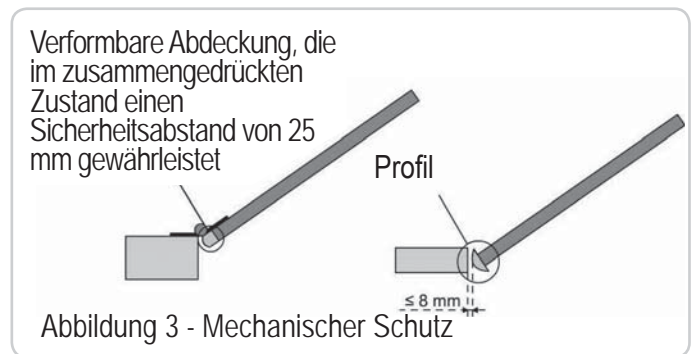
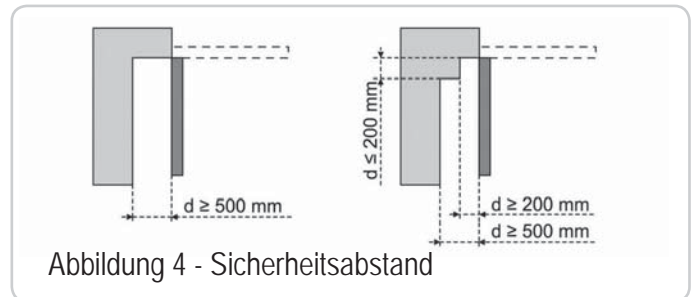

Abbildung 3 - Mechanischer Schutz
Abbildung 4 - Sicherheitsabstand
<p>ZONE 2* Quetschgefahr an einem angrenzenden festen Bauteil</p>	<p>Hinderniserkennung durch den Antrieb. Es muss unbedingt geprüft und festgestellt werden, dass die Grenzwerte der Betriebskräfte und Reversierungszeiten gemäß Anhang A der Norm EN 12 453 eingehalten sind. Schutz durch eine mechanische Vorrichtung (siehe Abbildung 3) oder durch Sicherheitsabstände (siehe Abbildung 4)</p>
<p>ZONE 3* Gefahr von Schnitt- oder Quetschverletzungen beim Öffnen im Bereich fester angrenzender Bauteile</p>	<p>Am Tor alle Punkte beseitigen, an denen man hängen bleiben kann, und alle scharfen Kanten am Torblatt entfernen Alle Zwischenräume mit Breiten ≥ 8 mm oder ≤ 25 mm beseitigen Der Schutz gegen das Einquetschen mit einem angrenzenden Bauteil ist möglich: - Hinderniserkennung durch den Antrieb. Es muss unbedingt geprüft und festgestellt werden, dass die Grenzwerte der Betriebskräfte und Reversierungszeiten gemäß Anhang A der Norm EN 12 453 eingehalten sind. - durch Sicherheitsabstände (siehe Abbildung 4)</p>
Torgröße (Abb. 3)
3.1 Montagehöhe - Abb. 4